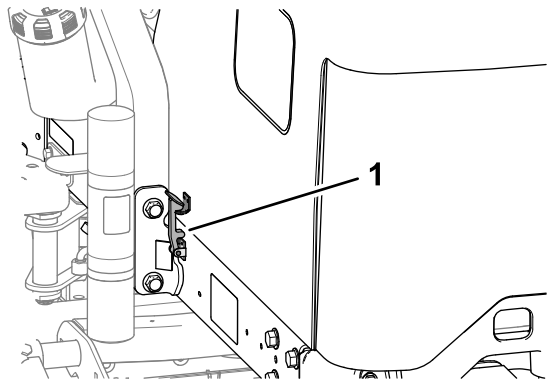

Figure 53
2. Faites pivoter le capot vers le haut et l'arrière (Figure 53).